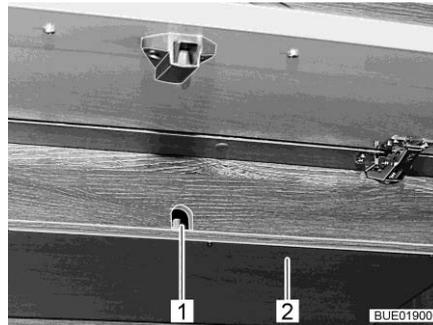

Bild 202 Klappe am Hängeschrank
- Abdeckung (Bild 202,2) unter der Zugangsöffnung (Bild 202,1) der Kurbel entfernen.